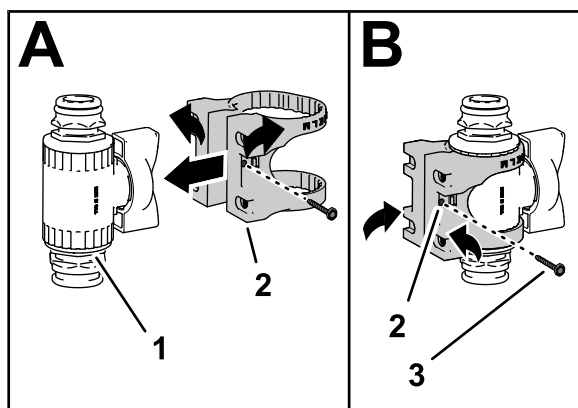

図 19
3. 図 19 の A に示すように、制御バルブにバルブマウントを組み付ける。
4. フランジヘッドねじ #6 を使って、バルブマウントを制御バルブに固定し、ねじを手締めする 図 19 の B。